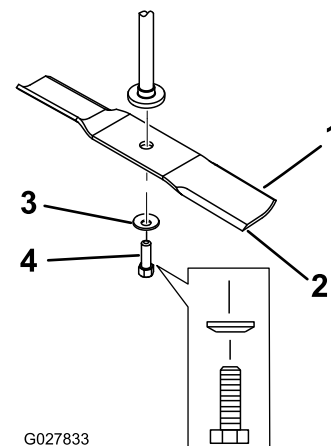

Figura 61
2. Retire a cavilha da lâmina, a anilha curva, e a lâmina do eixo (Figura 61).
1. Instale lâmina no eixo (Figura 61).
2. Instale a anilha curva (lado oval virado para a lâmina) e o parafuso da lâmina (Figura 61).